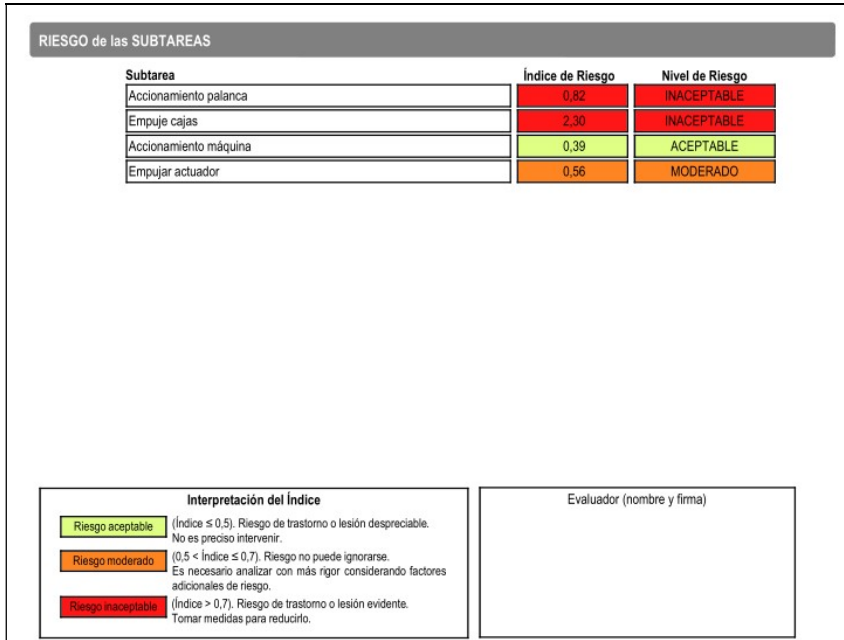

Figura 6: Figura 5: UNE EN 1005-3 [FUERZAS] – Informe-Riesgo de las subtareas
- **Riesgo de las Subtareas** (Figura 6). Este apartado resume los resultados obtenidos para todas las subtareas analizadas. Por cada subtarea analizada se muestra su nombre, y los resultados obtenidos para la *evaluación del riesgo* y el *nivel de riesgo* con sus códigos de color. Al final de este apartado se incluye la tabla de interpretación de la evaluación del riesgo (con los tres posibles niveles de riesgo y la interpretación correspondiente).